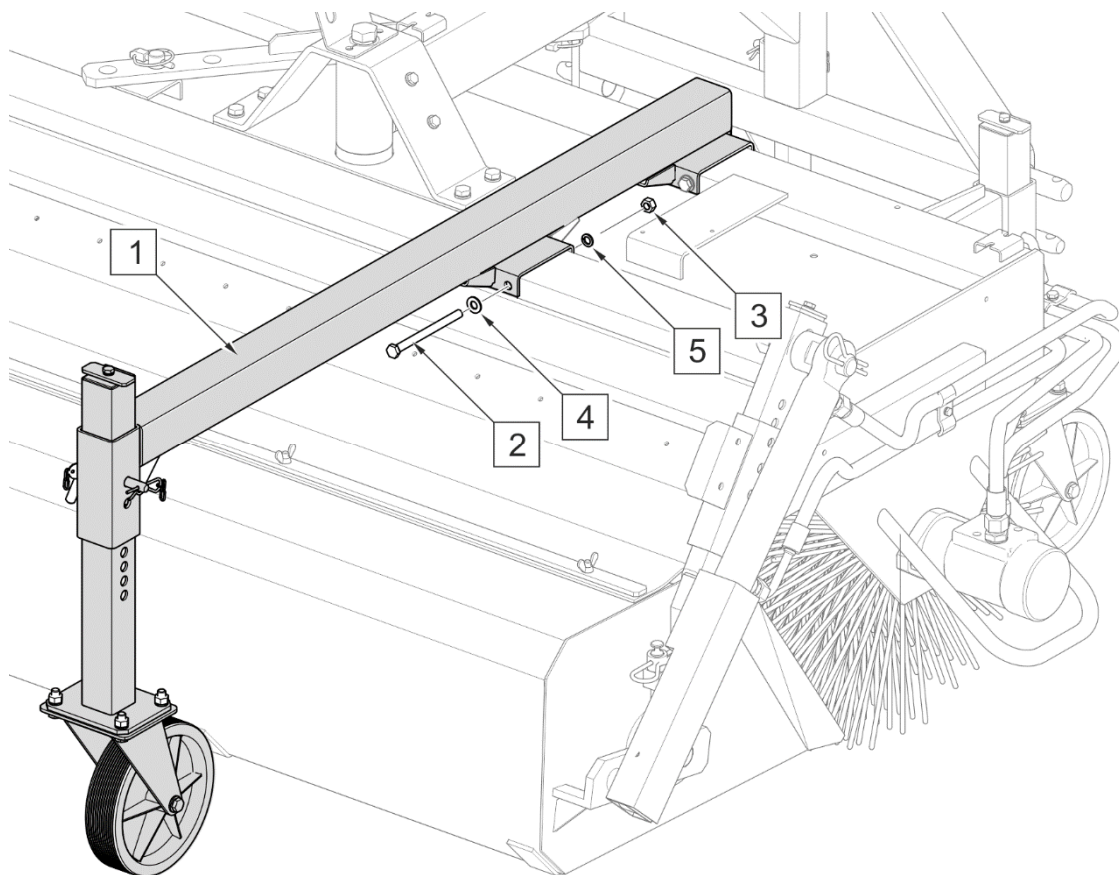

РИСУНОК 4.6 Монтаж переднего опорного колеса (опция)
(1) - кронштейн опорного колеса; (2) - болт M10x130; (3) - гайка M10; (4) - шайба 10-100HV; (5) - упругая шайба Z10,2
Для того, чтобы повысить степень копирования рельефа поверхности, в случае работы с подметально-уборочной машиной, навешенной спереди транспортного средства, необходимо на раме машины закрепить дополнительное опорное колесо (номер в каталоге 12RPN-22.00.00). Кронштейн (1) вместе с колесом (РИСУНОК 4.6) привинчивается к раме подметально-уборочной машины при помощи болтов (2) с